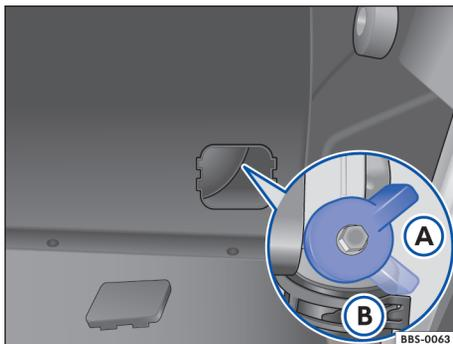

图 101 储气瓶应急阀：A - 打开出气阀，B - 关闭出气阀
必要时手动关闭储气瓶应急阀  $\Rightarrow$  图 101。
- 必要时手动关闭储气瓶应急阀  $\Rightarrow$  图 101。
紧急情况下（例如发生碰撞等意外事故时），应及时关闭储气瓶应急阀  $\Rightarrow$  图 101。